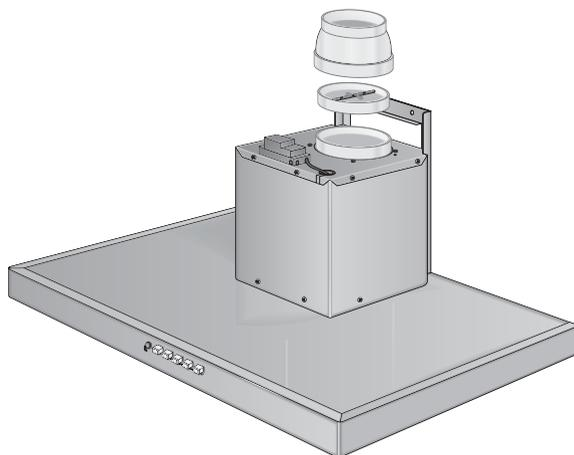

Fig. 3
- Posizionare la valvola a farfalla all'interno del bocchettone del motore.(Fig.3)
- Montare il raccordo di riduzione 120/150.(Fig.3)
- Position the butterfly valve inside the union of the motor. (Fig.3)
- Assemble the 120/150 reduction fitting.(Fig.3)
- Positionner la vanne à papillon à l'intérieur de l'embout du moteur. (Fig.3)
- Monter le raccordement de réduction 120/150. (Fig.3)